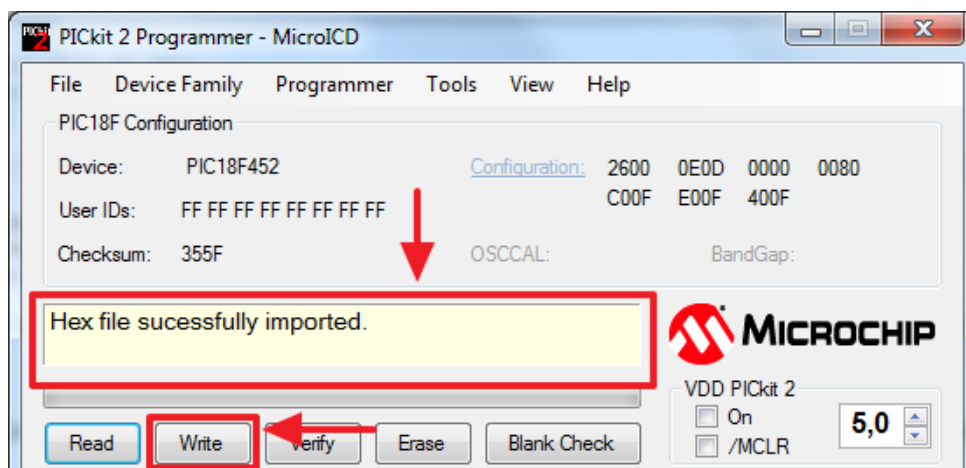

Figura 21: 3º Passo.
- **3º Passo:** Caso a importação do arquivo tenha sido bem sucedida, será exibida uma mensagem no *software* como a mostrada na Figura 21. Em seguida clique no botão “Write” para que o código seja carregado no microcontrolador.